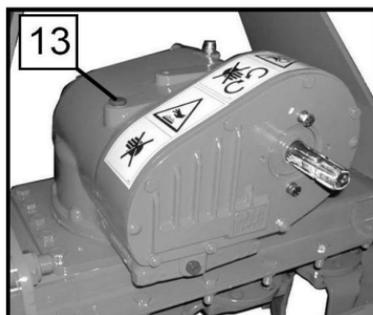

Рисунок 8.2.5 – Контроль уровня масла в редукторе
- открутите винт с щупом (13) (рисунок 8.2.5);